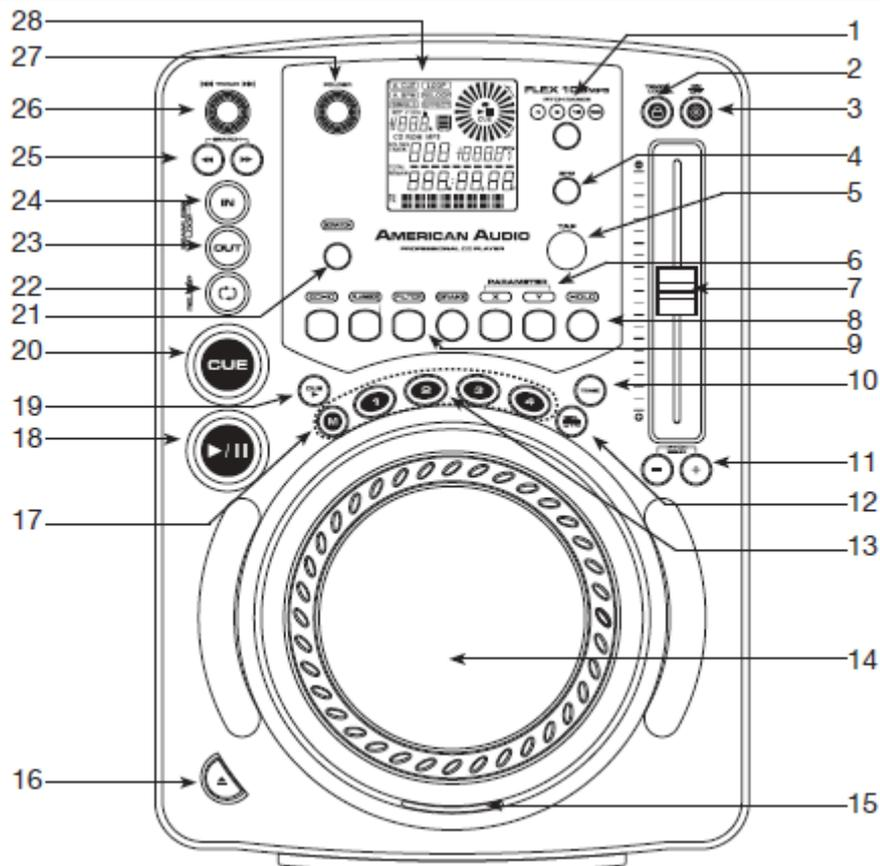

Figure 3
A. COMMANDES DE L'UNITÉ DU DESSUS (FIGURE 3)
3. BOUTON PITCH ON/OFF : Cette fonction vous permet d'activer et désactiver la fonction *PITCH SLIDER* (7). Quand le bouton LED est allumé, le PITCHSLIDER(7) est actif. When the button LED is not lit, the *PITCHSLIDER(7)* is not active. Ce pourcentage de pitch peut être ajusté entre 4 %, 8 % et 16 % et 100%. 4 % vous permet la manipulation la plus restreinte du pitch, et 100% vous permet la manipulation la plus ample du pitch.